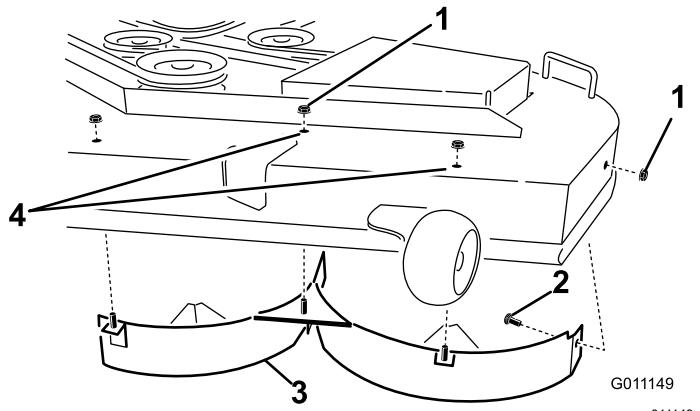

Figura 13
4. Remova as duas porcas de bloqueio (5/16 pol.) presas aos postes soldados do abafador esquerdo, na parte superior da plataforma do cortador, nas posições central e esquerda (Figura 13).
6. Remova o abafador esquerdo da plataforma de corte como se mostra na Figura 13.